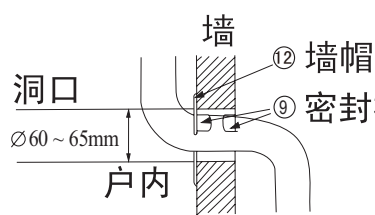
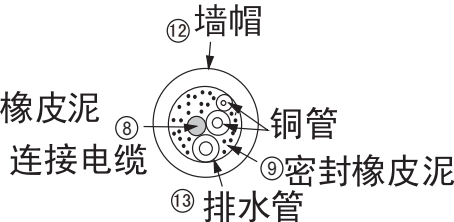

图 43
图 44
- 2 用附件 ⑫ 墙帽及附件 ⑨ 密封橡皮泥来整理墙上的洞，如图43、图44。